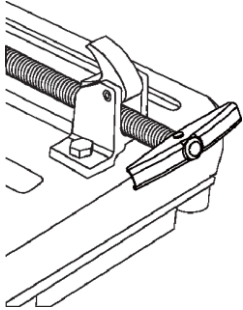

Fig 5
1. Ouvrez la jauge en tournant la manivelle de réglage de la jauge de 5 ou 6 tours dans le sens inverse des aiguilles d'une montre. (Figure 5)